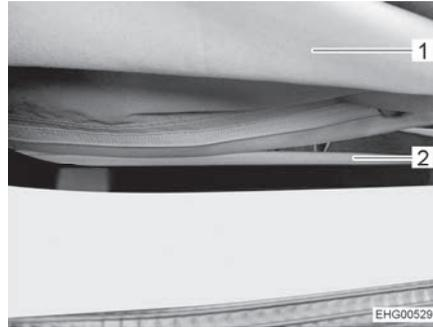

Fig. 47 Cremallera
- Abrir la cremallera (Fig. 47,2) en la parte inferior del fuelle (Fig. 47,1) completamente.